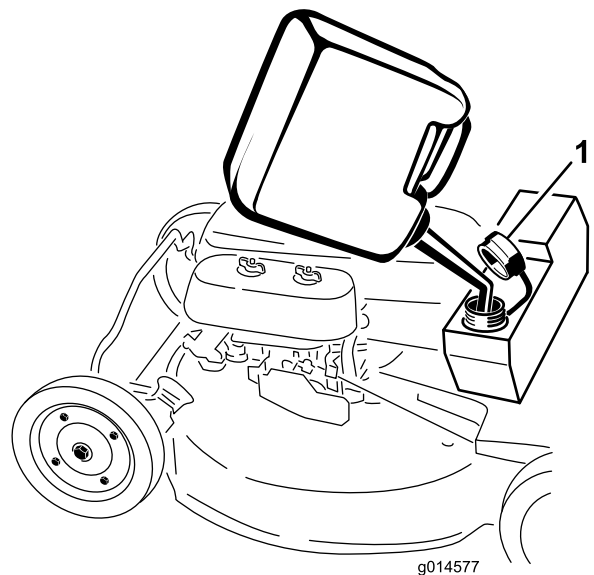

Figure 14
1. Nettoyez la surface autour du bouchon du réservoir de carburant (Figure 14).